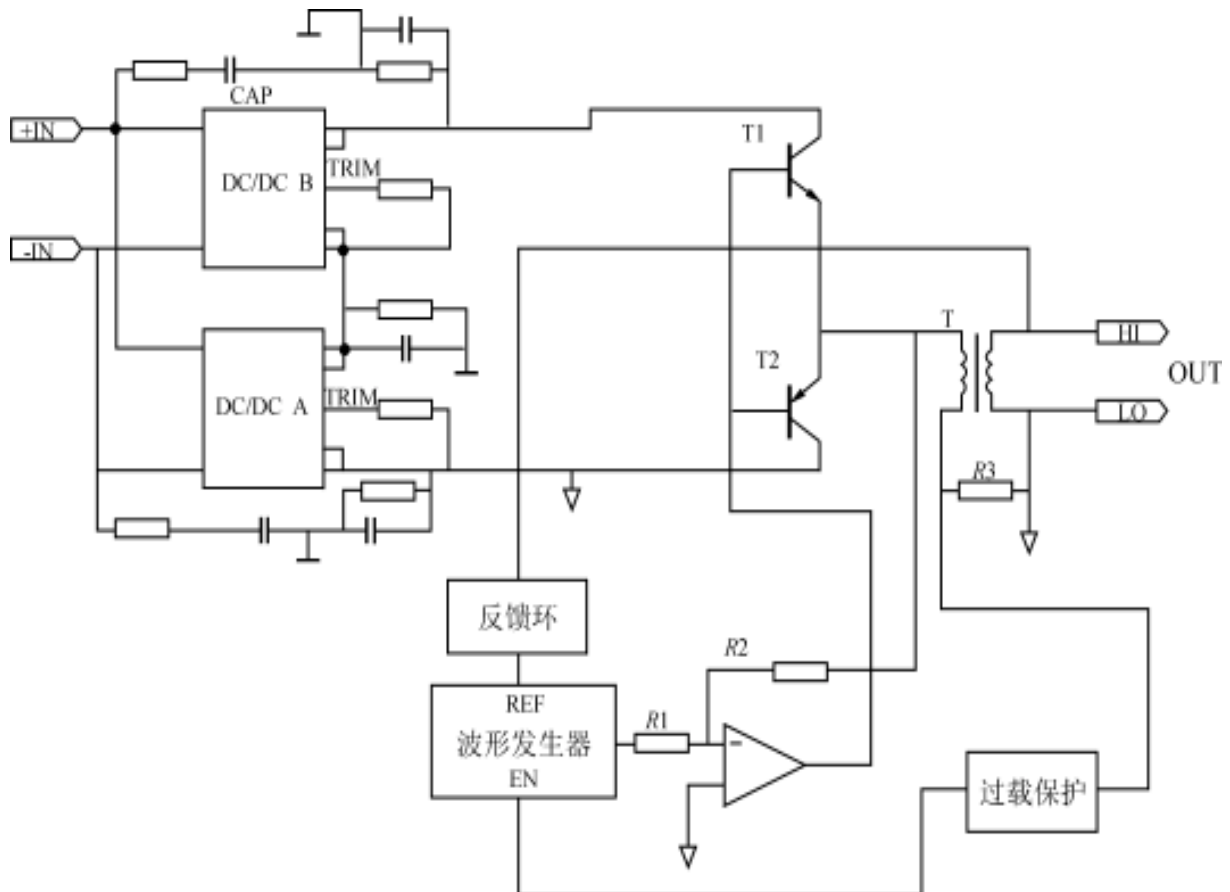

图 5 应用电路框图 (1)
(1) 利用两只 VICOR 模块，设计一输入 24VDC、输出 36V/400Hz 的线性逆变电源。模块本身输入 24V，输出 24V，输出功率 50W。原理框图如图 5 所示。